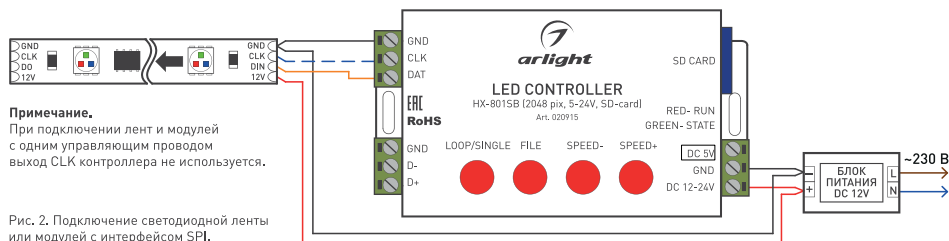

Рис. 2. Подключение светодиодной ленты или модулей с интерфейсом SPI.
- 3.3. В зависимости от типа используемых светодиодных лент или модулей подключите их к выходу SPI (Рис. 1, Рис. 2) или DMX (Рис. 1, Рис. 3).